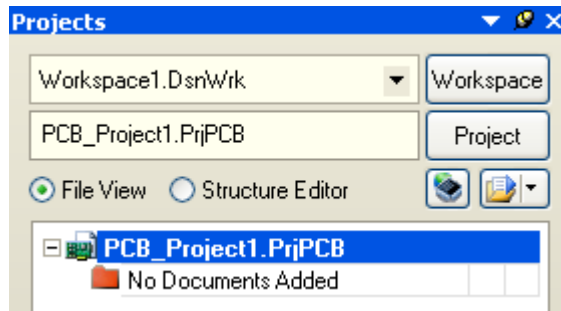

图 2-3 PCB 工程的创建
2. 显示 Projects 面板框显示在屏幕上。新的工程文件 PCB_Project1.PrjPCB 已经列于框中，并且不带任何文件，如图 2-3 所示。